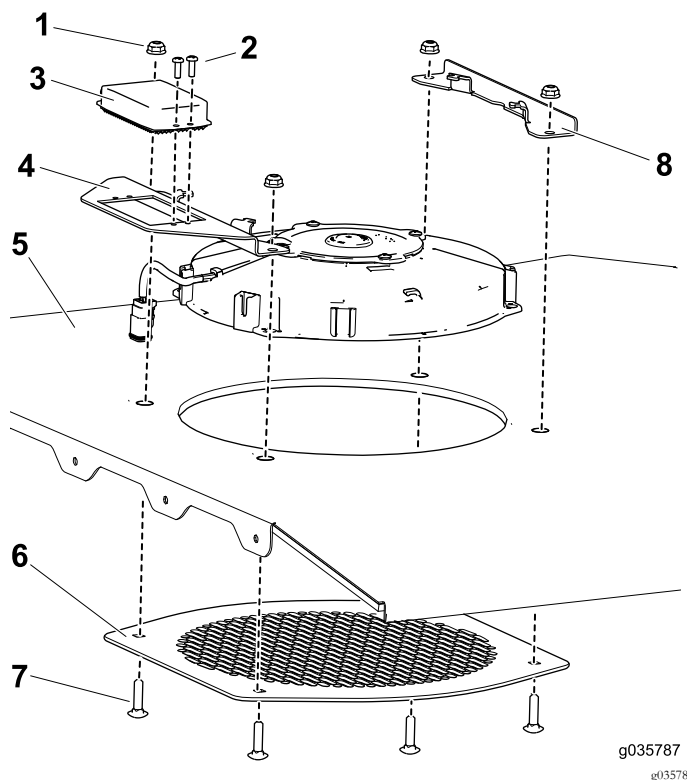

図2
1. ボルト#8 x 3/8 インチ2本を使って、抵抗器パックをファン取り付け部に固定する(図2)。
2. ファン、ファングリル、ファンブラケット、取り付けブラケットを、天井プレートに固定するボルト1/4 x 1 インチ4本とナット4個を使用 図 2。